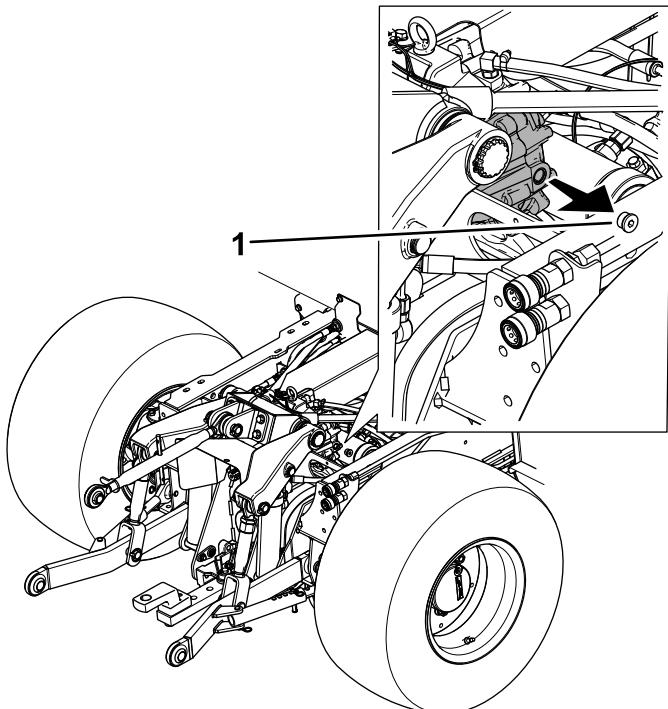

図 105
2. 後 PTO ギアボックスの目視点検窓のプラグを外す図 105。